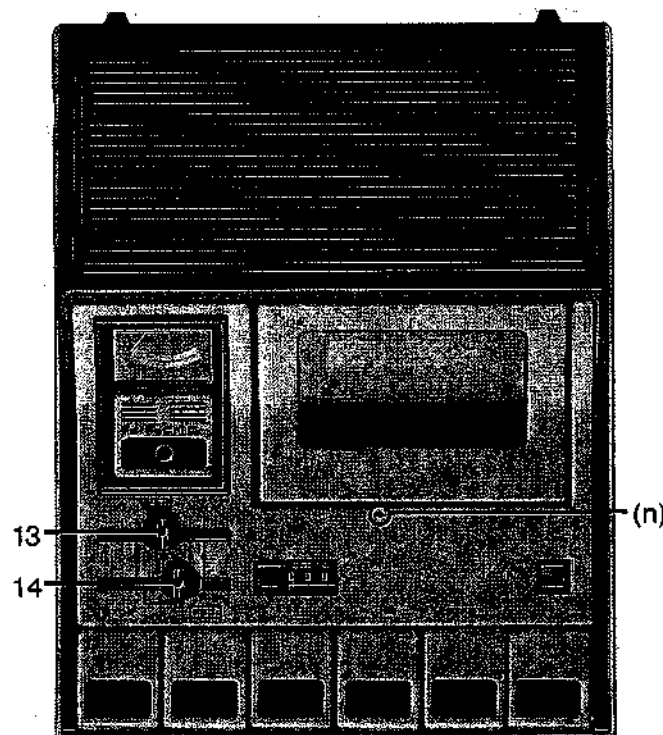

Abb. 1
- Lautstärkekнопf (14) und Klangknopf (13) abziehen (Bild 1)
- Taumelschraube (n) ist durch ein Loch am Gehäuse-oberteil zugänglich [Abb. 1].